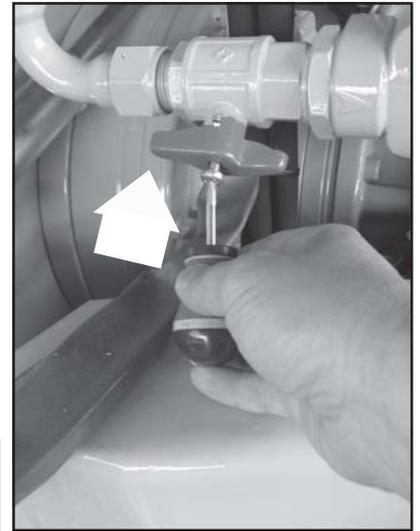
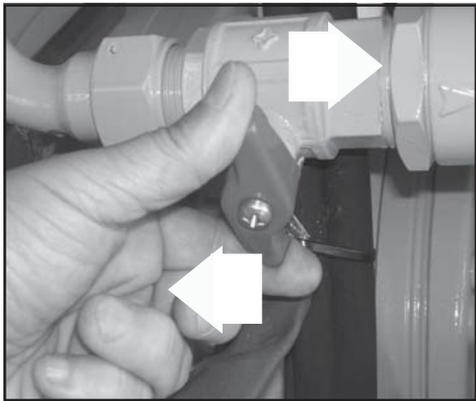

fig.3
fig.4
2a fase: avvitare la leva rubinetto (**fig.3**) e chiudere l'impianto (**fig.4**). Sostituire la cartuccia dopo averla riempita di olio.
- 5) Sostituire sempre un coltello per volta unitamente alle viti di fissaggio (3 Fig.2), assicurandosi che la posizione e l'orientamento siano sempre quelle originali secondo lo schema fig.4.